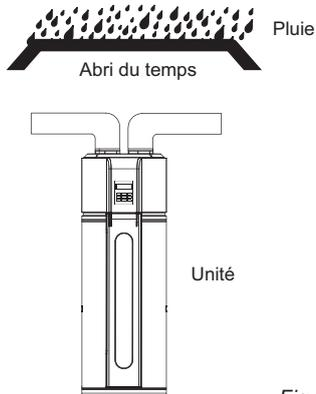

Fig.3-7
- Dans le cas où l'unité se connecte à l'extérieur par un conduit, une mesure fiable de résistance à l'eau doit être effectuée sur le conduit afin d'empêcher l'eau de tomber à l'intérieur de l'appareil. (Fig.3-7)